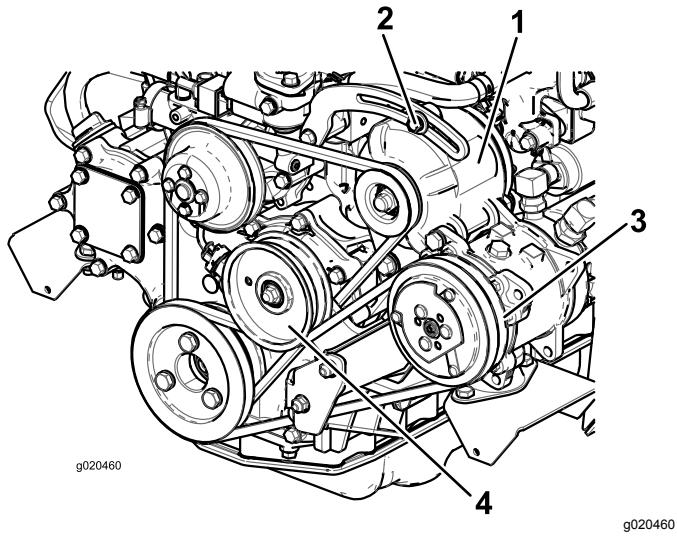

Bild 98
Lockern Sie bei einer Durchbiegung von mehr oder weniger als 10 mm die Befestigungsschrauben der Lichtmaschine (Bild 98).
2. Lockern Sie bei einer Durchbiegung von mehr oder weniger als 10 mm die Befestigungsschraube der Spannscheibe (Bild 98).